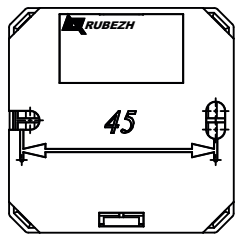

Рисунок 3 – Установочные размеры для AM-1 прот.Р3
- смонтировать адресную метку на DIN-рейку или на стену, используя отверстия в основании (Рисунок 3, 4);